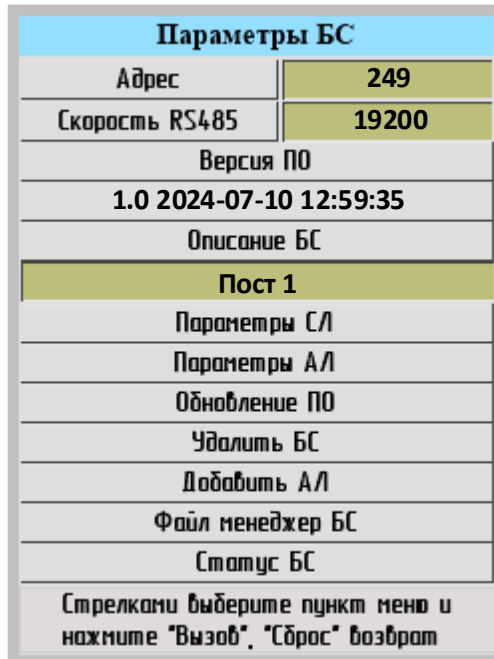

Рис. 5.4
Всем блокам с завода присвоен адрес 238. В системе СДС может быть до 8 блоков СДС-БС. Но в сети не могут работать приборы с одинаковым адресом. Поэтому первым делом необходимо сменить адрес СДС-БС. Допустимый диапазон адресов: от 239 до 249. Рекомендуем при построении системы, в которой более одного СДС-БС, назначать адреса от старшего к младшему (рис. 5.4).
5.3 Через основное меню вернуться в раздел «Параметры БС» (рис. 5.4). Выбрать раздел «Параметры СЛ». После входа в раздел появится окно параметров СЛ с установками по умолчанию (рис. 5.6).
5.5 Через основное меню вернуться в раздел «Параметры БС» (рис. 5.4). Выбрать раздел «Добавить АЛ» (рис. 5.9).